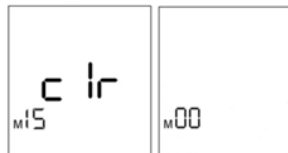

Fig. 11: Suppression des mesures
2. Attendez que l'écran affiche [c Ir] en clignotant. (Fig. 11).
- ⇒ Un signal sonore retentit et l'écran indique [c Ir] en permanence (Fig. 11)).
- ⇒ Le signal sonore retentit 3 fois et l'écran indique [M00] (voir Fig. 11).